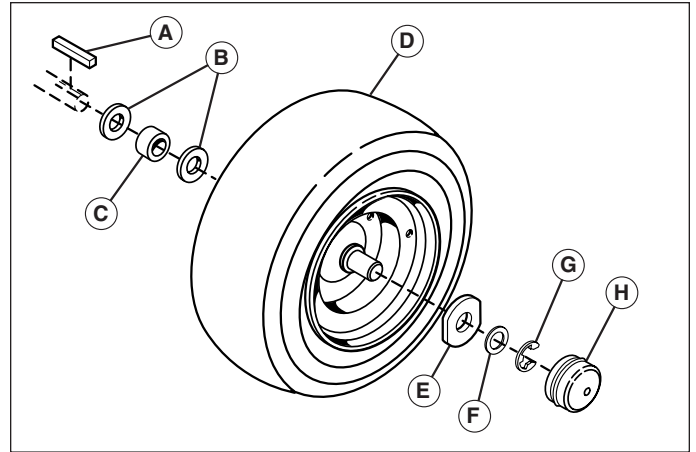

Figure 23. Rear Axle Hardware
5. Remonter les composants en procédant dans l'ordre inverse de leur dépose et abaisser la machine au sol. S'assurer de mettre la clé (A, Figure 23) en place dans l'entrée de clé de l'essieu.